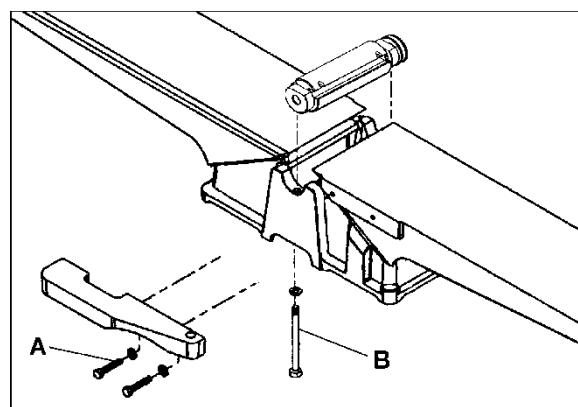

Рис. 39
7. Снимите притвор, ослабив два винта с шайбами (A, Рис. 39).
8. Ослабьте 2 болта (B, Рис. 39), с помощью которых строгальный вал крепится к основанию; доступ к болтам осуществляется с нижней стороны подшипниковых опор.